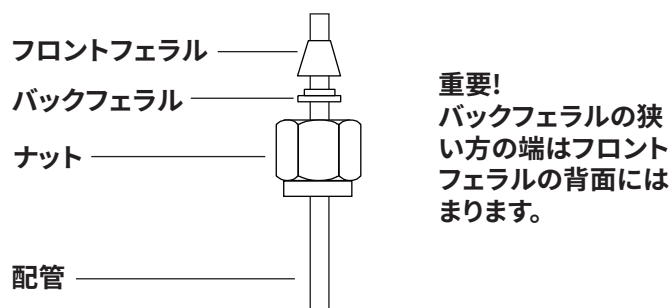

図 16. Swagelok ナットおよびフェラル
- 1 図 16 に従って、Swagelok ナット、バックフェラル、およびフロントフェラルを配管に通します。